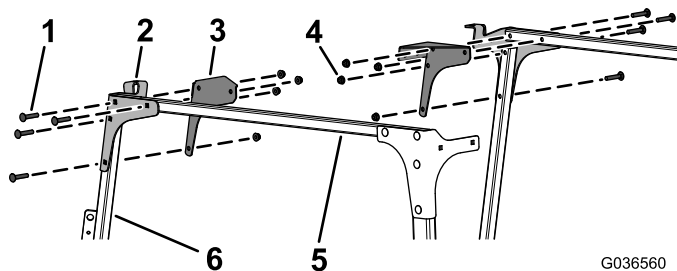

Figure 9
8. Fixez légèrement les plaques avant gauche et droite et les goussets d'angle aux tubes de liaison transversales, et les supports de pare-brise gauche et droit à l'aide de 8 boulons de carrosserie (5/16" x 1-3/4") et 8 écrous à embase (5/16"), comme montré à la Figure 9.